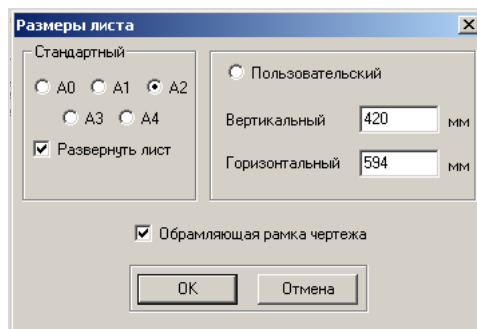

Рис. 6.4.1. Окно диалога **Размеры листа**
- В открывшемся окне диалога **Размеры листа** (рис.6.4.1) выполните следующие действия: